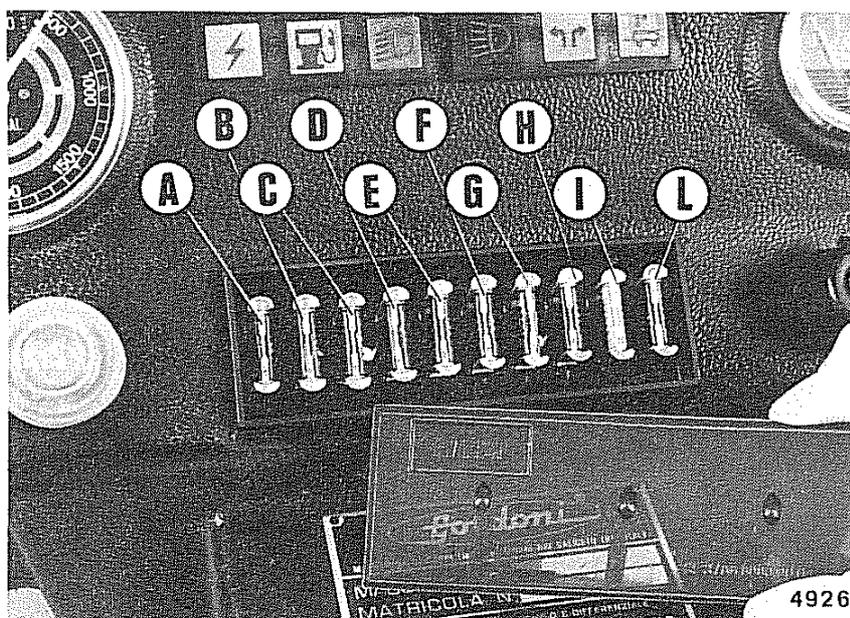

Fig. 36 - Valvole fusibili protezione impianto
La suddetta scatola contiene 10 fusibili disposti come in fig. 36.
N.B. - La eventuale sostituzione di valvole fuse, deve essere fatta impiegando valvole non superiori a 8 Ampere (15 Ampere solo per il fusibile **I**, fig. 36).